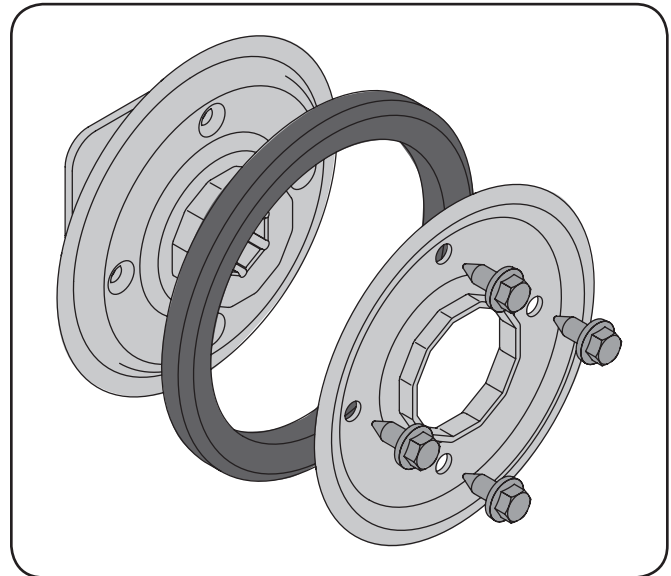

Figura 7-9
1. Saque los cuatro tornillos que mantienen unidas las placas laterales de la rueda de fricción. Vea la Figura 7-9.